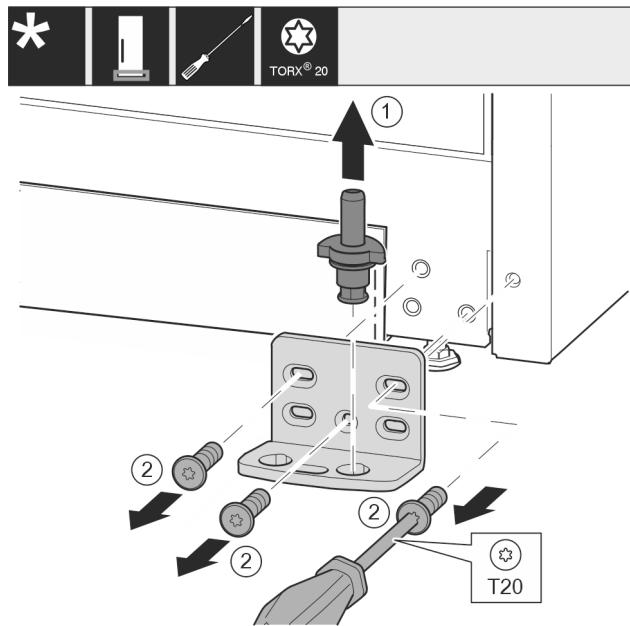

Fig. 17
- Опорний гвинт цілком витягніть рухом вгору. Fig. 17 (1)
- Викрутіть гвинти за допомогою викрутки T20 та зніміть опорний кронштейн. Fig. 17 (2)